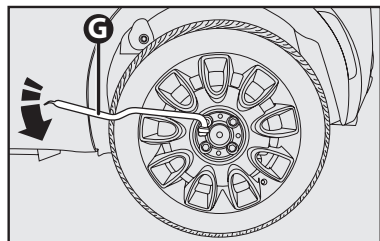

fig. 7
- Desapretar aproximadamente una vuelta los tornillos de fijación de la rueda a sustituir con la llave de rueda/manivela suministrada **G**-fig. 7;